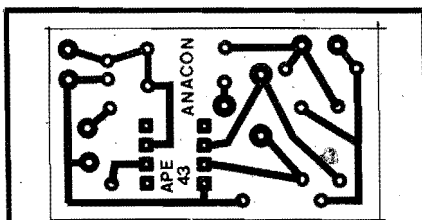

Fig.3
- FIG. 3 - O LAY OUT DO CIRCUITO IMPRESSO - Uma "caquinha" de tão pequeno! A figura mostra o padrão cobreado de ilhas e pistas a ser utilizado na confecção do Impresso... Devido ao seu pequeno tamanho e extrema simplicidade, o Leitor não encontrará nenhuma dificuldade na elaboração da placa. Quem for ainda muito "verde" no assunto, deverá